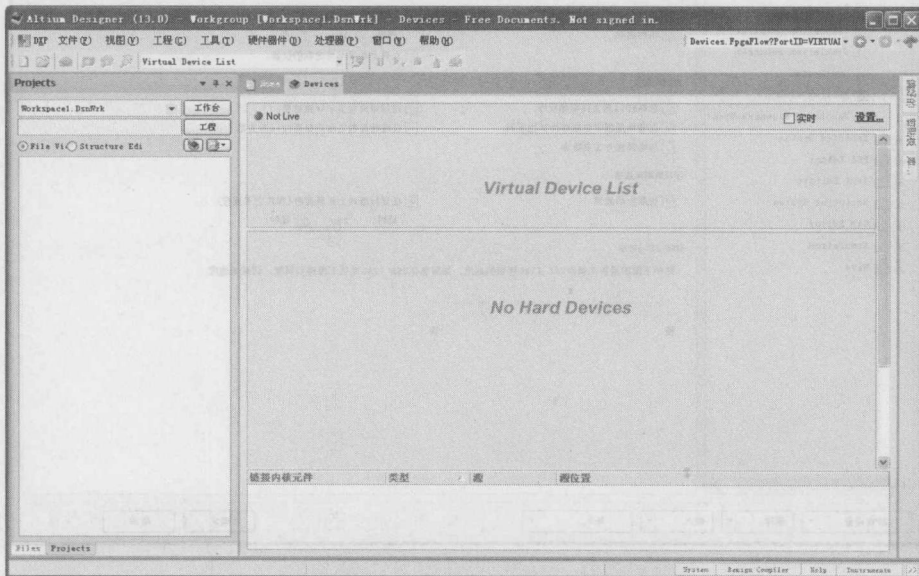
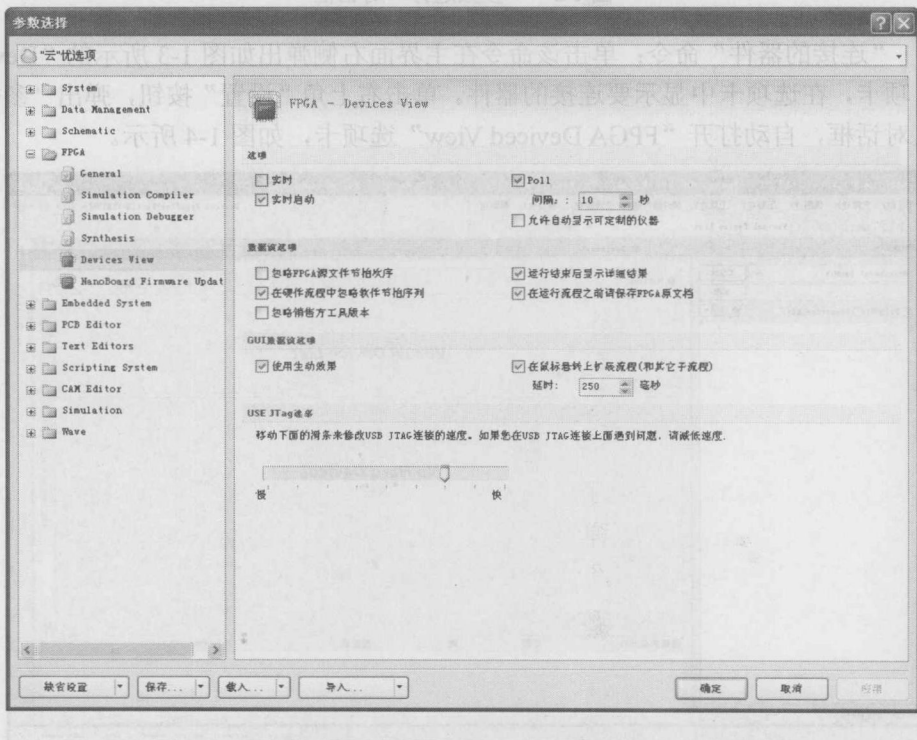

图 1-3 “Device”选项卡
图 1-4 “参数选择”对话框“FPGA Devices View”选项卡
- “连接的器件”命令：单击该命令在主界面右侧弹出如图 1-3 所示的“Device”选项卡，在选项卡中显示要连接的器件。单击右上角“设置”按钮，弹出“参数选择”对话框，自动打开“FPGA Deviced View”选项卡，如图 1-4 所示。